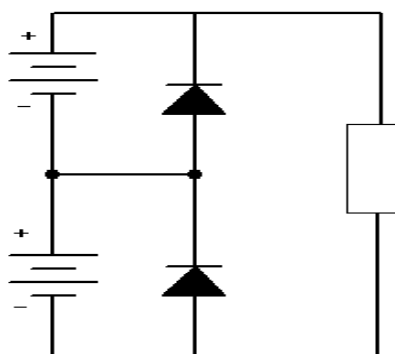

图3-9-2 串联接线原理图
4、需要使用一个续流二极管并联到电源输出端，防止一个处于打开并启动状态，另一个处于关机状态时，电流流入处于关机状态的电源。原理图如图 3-9-2。